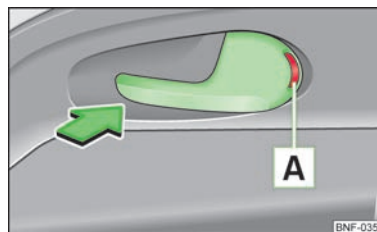

Fig. 11
- Pressione o manípulo de abertura da porta no sentido da seta, de modo a que fique visível a marca vermelha **A** » Fig. 11.
- Abra a porta puxando o manípulo de abertura da porta uma vez no sentido oposto ao da seta » Fig. 11.